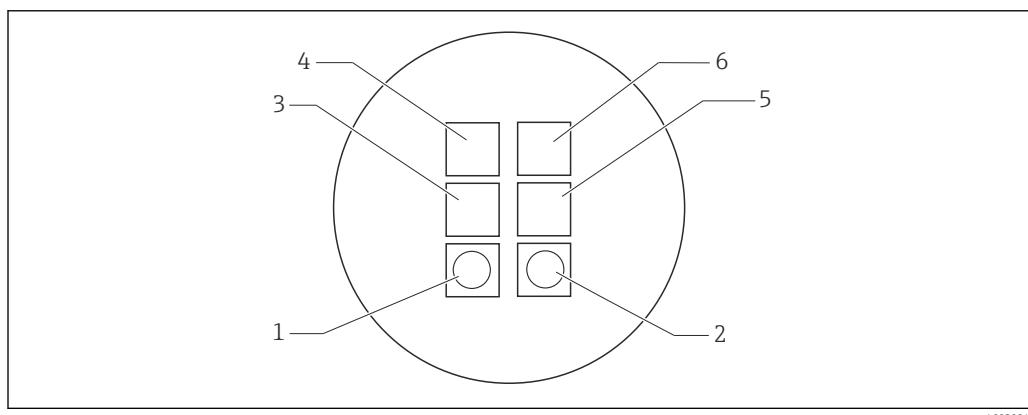

図 4 光源と受光部の配置
- ダブルセンサシステム (2 つの光源と各光源につき 2 つの受光部) は、付着によって引き起こされる測定誤差を補償します (4 ビームパルス光方式 → 図 4)。